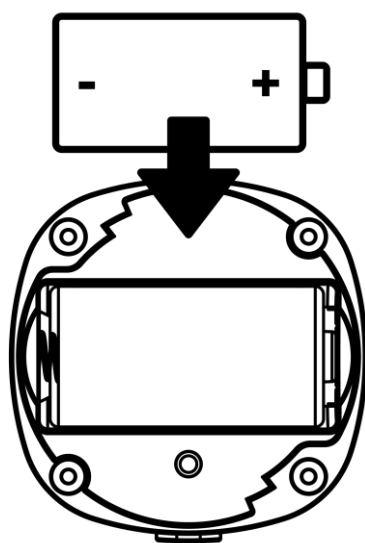

Рисунок 10 – Ориентация батарейки при вставке в датчик дыма
- при замене батарейки следует соблюдать полярность (см. рис. 10 далее).